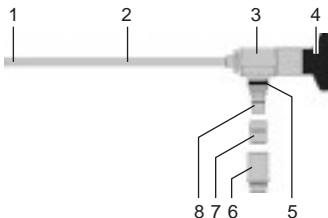

Fig. 1 Montaje
- Desmunte la conexión del conductor de luz (véase la fig. 1).